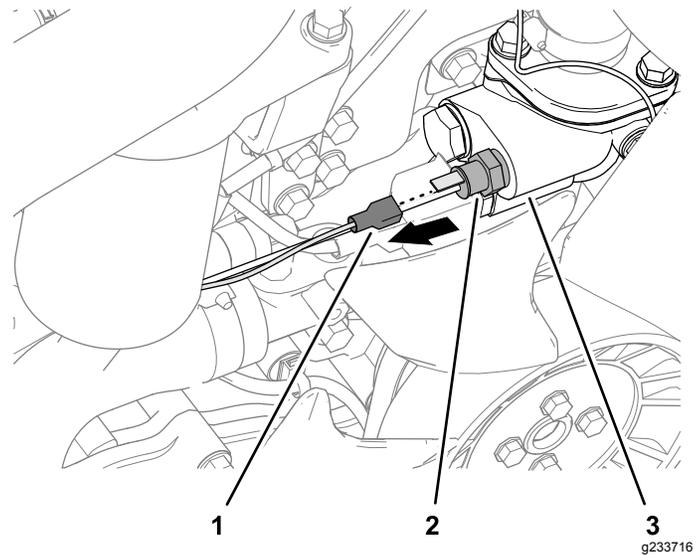

Figura 22
1. Rimuovete il morsetto a presa dal sensore della temperatura del refrigerante (Figura 22).